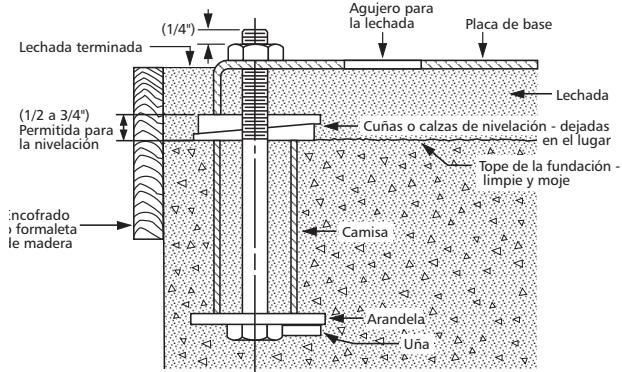

Figura 1
- 2.3.1.** Se recomienda enlechar la plancha de asiento a un cimiento con zapata sólida. Vea la Figura 1.